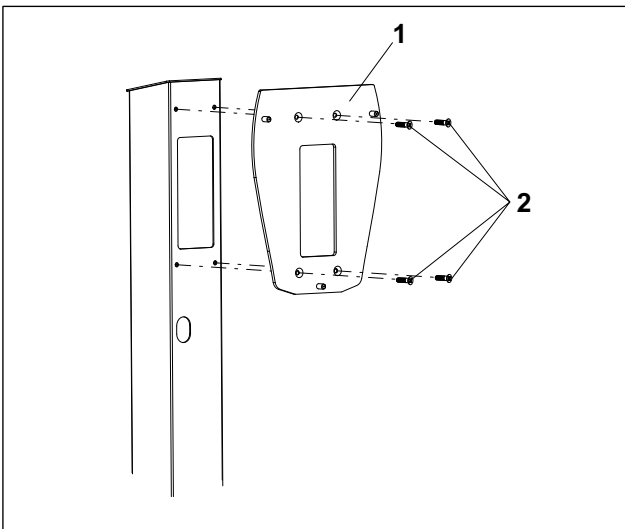

Fig. 1 Fijación de la placa adaptadora
1. Fijar la placa adaptadora (fig. 1/1) a la columna con ayuda de los cuatro tornillos avellanados M6x16 suministrados (fig. 1/2). Par de apriete 7 Nm.